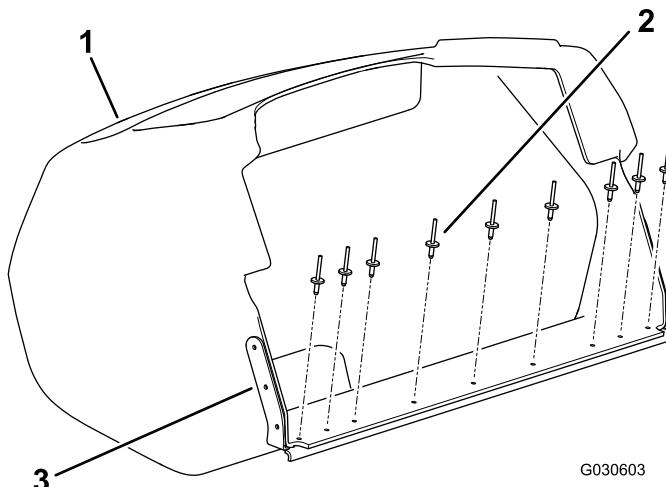
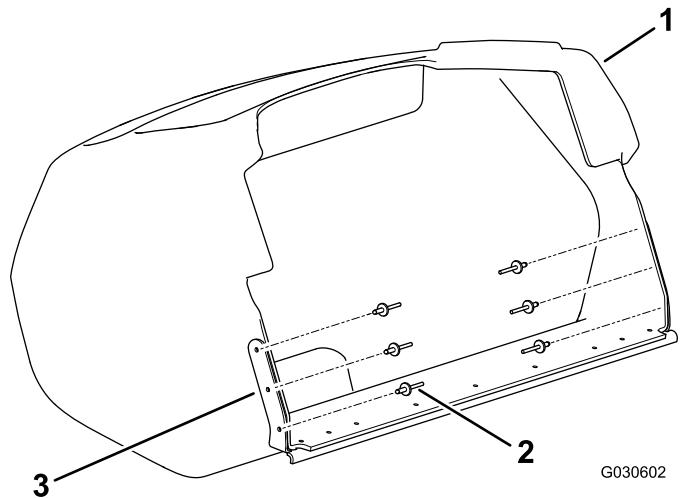

Bild 3
Bild 4
5. Setzen Sie die Blindnieten in die Fangkorbstütze ein (Bild 3 und Bild 4).